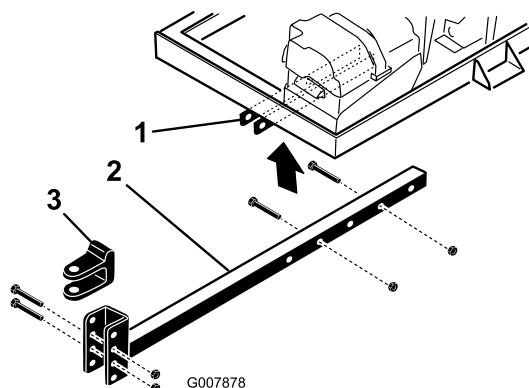

Figure 7
2. Insérez le tube d'attelage dans les supports du châssis (Figure 7). Fixez le tube au châssis avec 2 boulons (3/8 x 3") et écrous à embase (3/8 pouce).
- Enlevez les boulons et les contre-écrous de fixation de la chape d'attelage (Figure 7) au tube d'attelage.
- Retirez les boulons et écrous qui fixent le tube d'attelage aux supports du châssis (Figure 7).